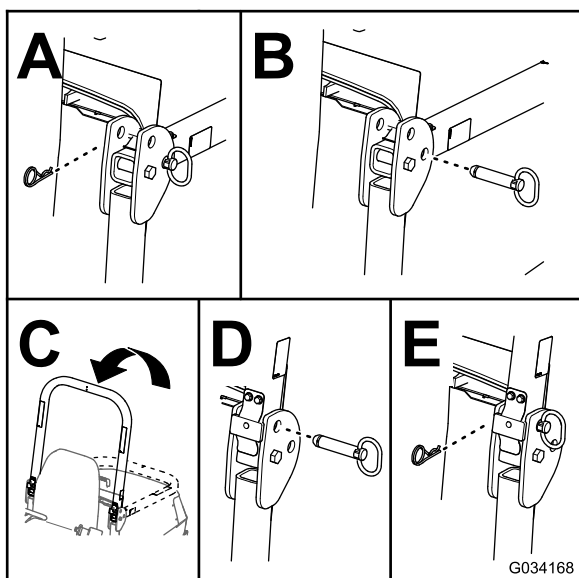

Figura 34
2. Îndepărtați cuiele spintecate și tifturile de la bara antiruluii (Figura 34).
3. Ridicați bara antiruluii și fixați-o cu tifturile și cuiele spintecate (Figura 34).